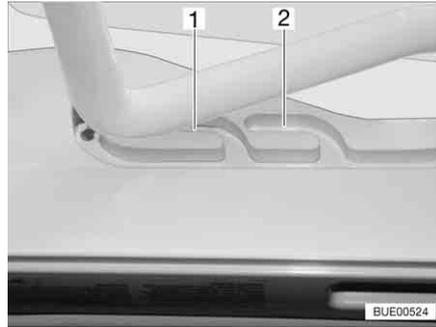
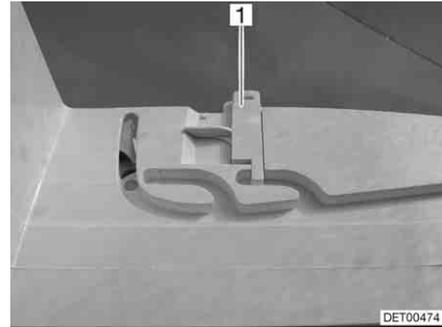

Bild 82 Heki-Dachhaube in Lüftungsstellung
Bild 83 Verriegelung Lüftungsstellung
Die Heki-Dachhaube kann in zwei Lüftungsstellungen gebracht werden: Schlechtwetterstellung (Bild 82,1) und Mittelstellung (Bild 82,2). Je nach Modell kann die Dachhaube in der Mittelstellung mit den beiden Riegeln (Bild 83,1) links und rechts am Rahmen der Dachhaube verriegelt werden.
- Den Bügel leicht nach oben drücken und in die gewählte Führung (Bild 82,1 oder 2) schieben und ggf. verriegeln.